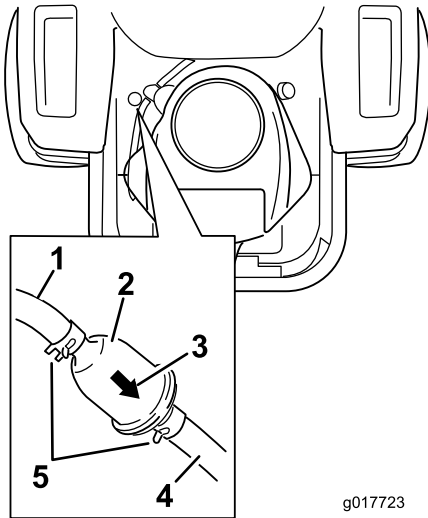

Figure 51
4. Soulevez le siège et localisez les filtres à carburant, comme illustré à la Figure 51.
7. Posez un filtre neuf en veillant à orienter la flèche indiquant le sens d'écoulement vers le moteur. Rapprochez les colliers de flexibles du filtre (Figure 51) pour le fixer en place.